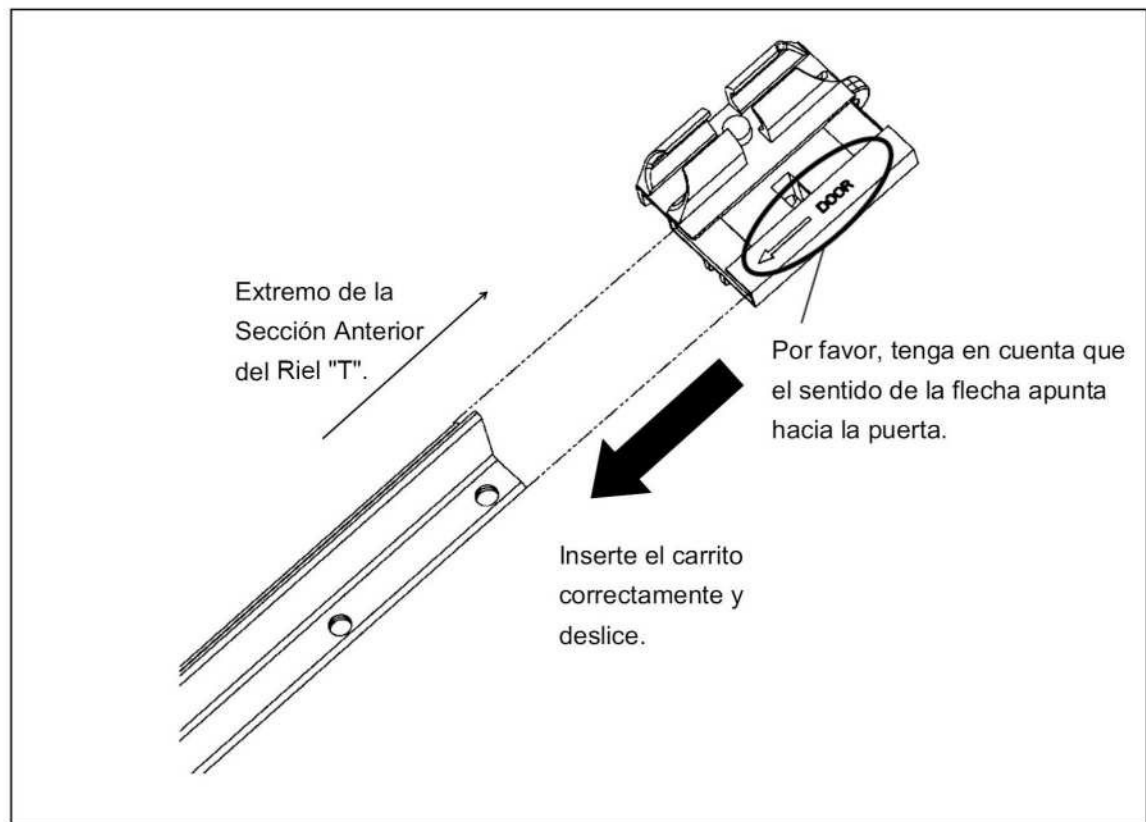

Fig.25
5.10.-Instalación del Carro de Aluminio sobre el Riel "T". (Fig.25)